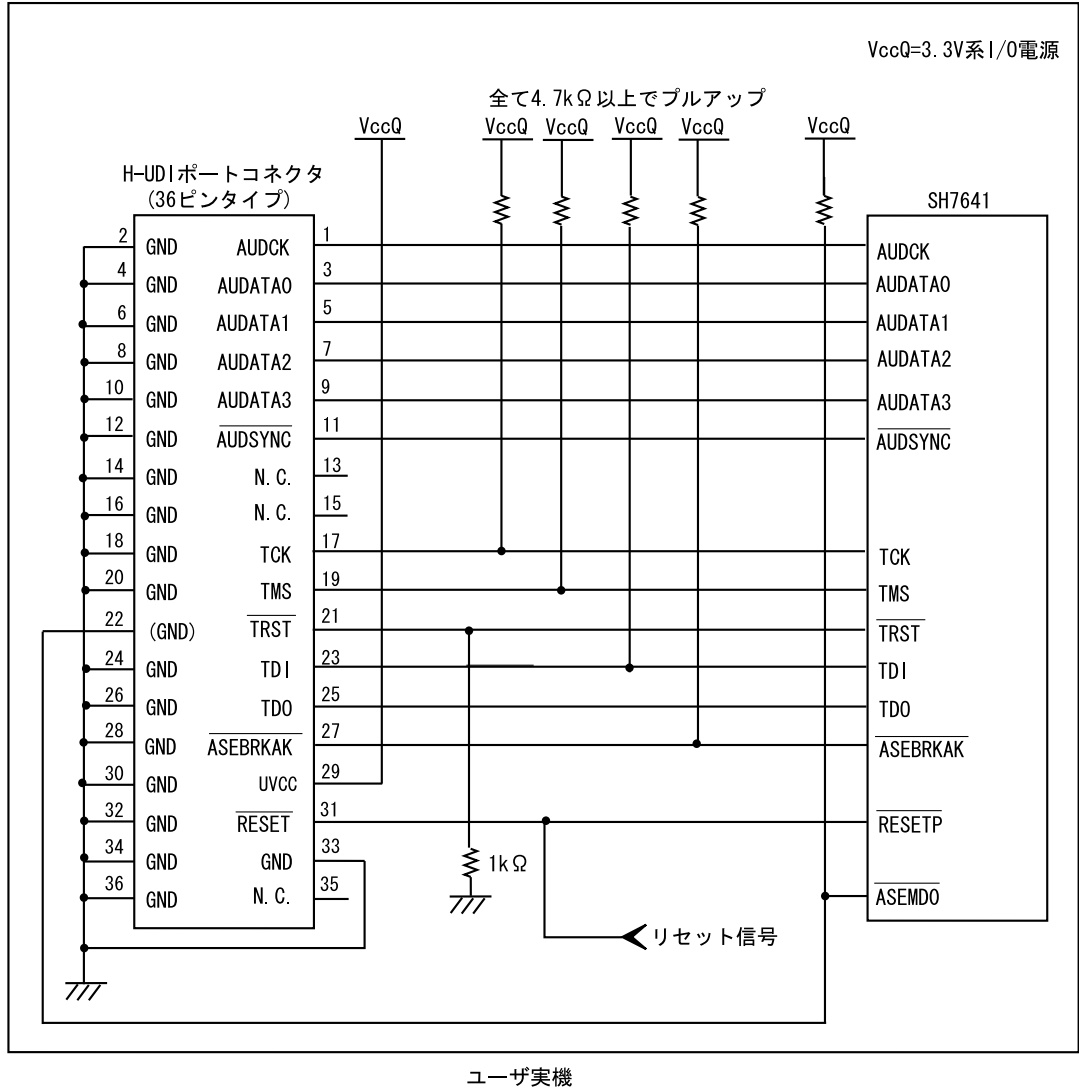

図 1.3 E10A-USB 使用時の H-UDI ポートコネクタ - チップ間の推奨接続例 (36 ピンタイプ UVCC 接続時)
- 図 1.3 推奨接続例で回路を組んだ場合の E10A-USB エミュレータのスイッチ設定：SW2=1, SW3=1 スイッチ設定の詳細は、「SuperH™ファミリー用 E10A-USB エミュレータユーザーズマニュアル デバッガ編 3.8 章 DIP スイッチの設定」を参照してください。